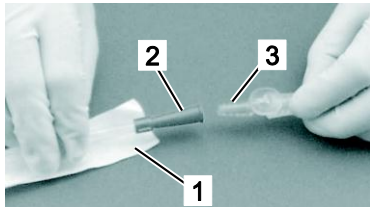

Abb. 9
1. Verpackung der Absaugkanüle/des Katheters nur so weit öffnen, dass der Anschluss erreichbar ist (Abb. 9/1).